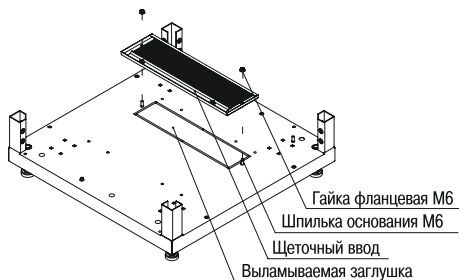

Рисунок 10 – Монтаж кабельного ввода
4.3.8.1 Для монтажа щеточных кабельных вводов в основании шкафа необходимо выломать металлические заглушки, совместить посадочные отверстия в кабельном вводе с осями шпилек основания, затем притянуть их к основанию двумя гайками М6 с фланцем (рисунок 10).